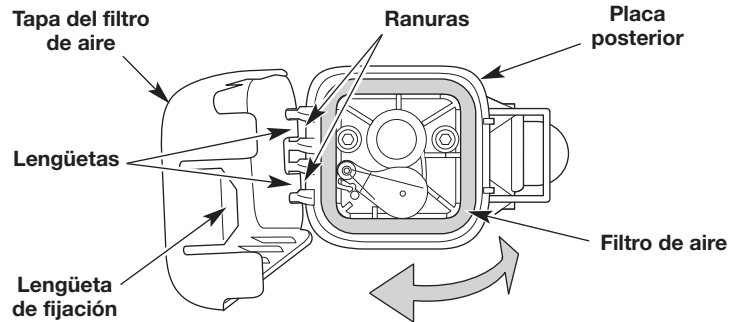

Fig. 13
1. Abra la cubierta del filtro de aire: oprima la lengüeta de fijación y gire la cubierta del filtro de aire hacia la izquierda (Fig. 13).
2. Extraiga el filtro de aire (Fig. 13).
6. Vuelva a instalar el filtro de aire (Fig. 13).
7. Cierre la cubierta del filtro de aire: inserte las lengüetas de la cubierta del filtro de aire en las ranuras de la placa posterior. Gire la cubierta del filtro de aire hacia la derecha y oprímala para cerrarla hasta que la lengüeta de fijación calza a presión en su lugar (Fig. 13).